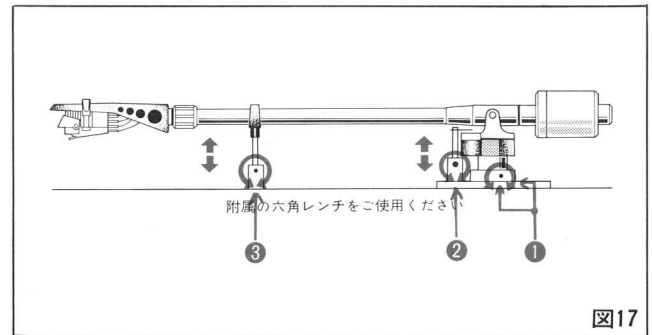

図17
①ターンテーブルにレコードをセットし、針先をレコード面におろした時、アームとレコード面が平行になる様に付属の六角レンチで軸受部の固定ネジ2本をゆるめ、シャフトを上下して下さい。平行がとれましたら、固定ネジ2本をしっかり締めてください。（図17）